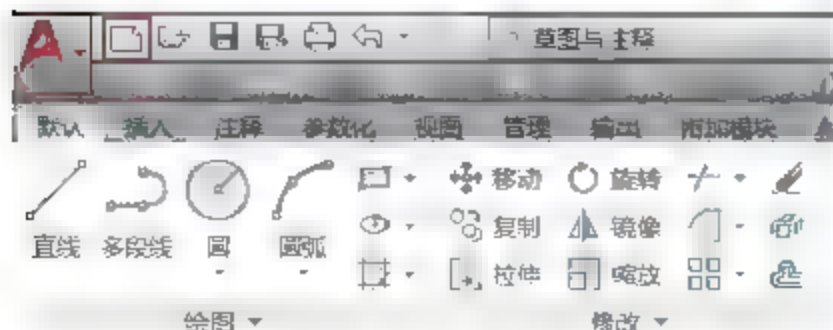

图2-133 单击按钮
- 01 单击快速访问工具栏中的【新建】按钮，如图2-133所示。